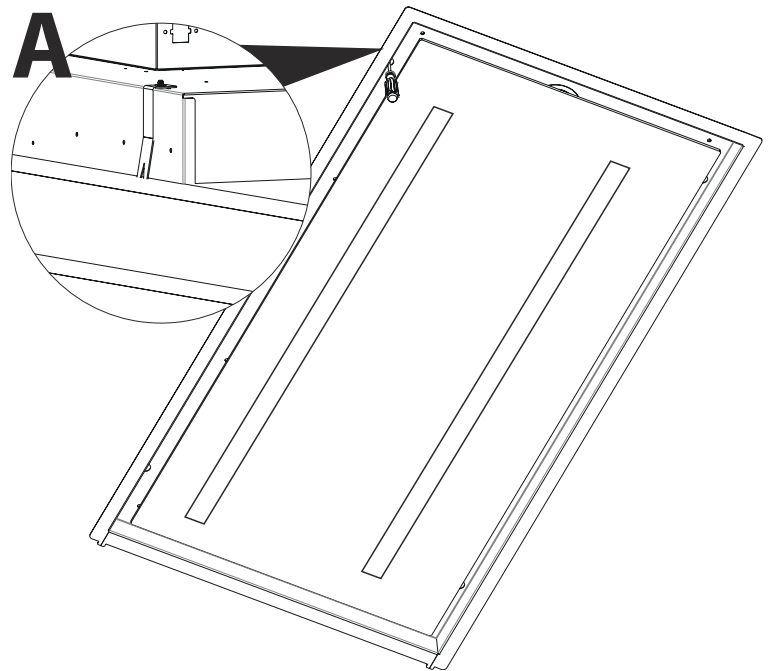

Fig. 10
4. → Skruva fast de 4 skruvar som ska spänna beslagen och spänn fast fläkten ordentligt (Fig. 10).
Se till att fläkten sitter tätt och plant mot taket (Fig. 10/A).